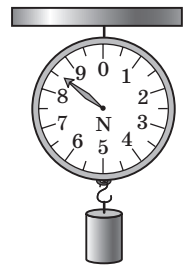

Fig. 3
- (3 baluri) După datele din fig. 3 calculați cantitatea de căldură, care este necesară pentru încălzirea cilindrului de oțel reprezentat, de la 0 până la 12 °C.